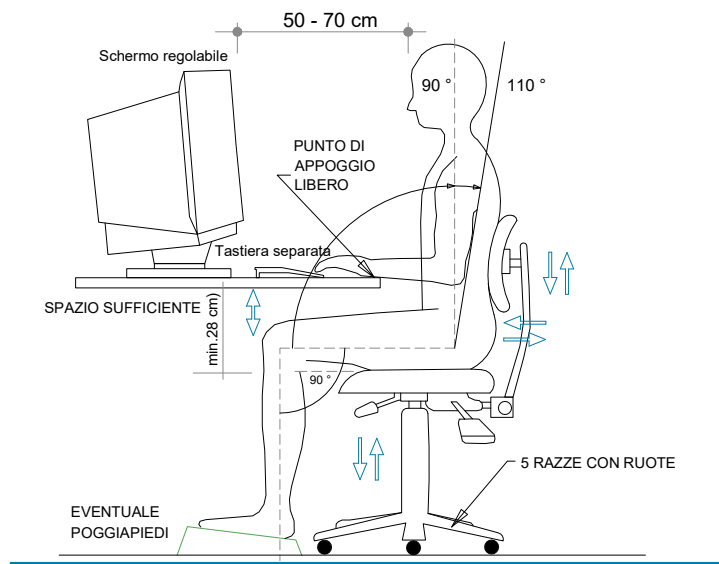

Figura 1 - POSTO DI LAVORO
- ❖ Con gli schermi comunemente in uso è consigliabile una distanza visiva compresa tra 50 e 70 cm (vedi figura 1). Per gli schermi molto grandi, è consigliabile una distanza maggiore.